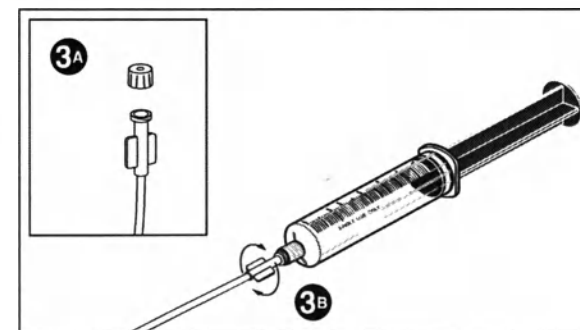

Рисунок 4-3-2 Присоединение трубок к шприцу на стороне А
3. При выполнении вливания только контрастного средства (только сторона А) используйте **прямые трубки**. Открутите синюю заглушку 3А и вставьте соединительный конец трубки в винтовое соединение шприца и поверните по часовой стрелке 3В. См. рисунок 4-3-2.